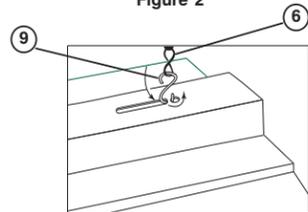

Figure 1
2. Installer deux crochets (non fournis) au plafond. Fixer le crochet en 'S' (9) à la chaîne (6). Glisser le crochet par l'ouverture sur le dessus du boîtier et serrer les deux extrémités du crochet. **-Voir la Fig.1. Avis:** La distance maximale à la prise électrique dépend de la longueur du cordon fourni.
3. Pour ouvrir la protection Wireguard (2): repérer et dévisser le faîteau de verrouillage (5) central et désengager le verrouillage (4). Désengager les deux verrouillages restants et laisser la protection pendre librement.
2. Install two hooks (not supplied) in ceiling. Attach "S" hooks (9) to chain (6). Slide hook through opening on top of Housing (1) and crimp both ends of hook.-**See Fig.1** Note: Maximum distance to electrical outlet is determined by the length of the cord provided.
3. To open Wireguard (2) - locate and unscrew center latch finial (5) and disengage latch (4). Disengage remaining two latches (4) and allow guard to hang freely.
**2.** Instalar dos ganchos (no incluidos) en el techo. Anexar el gancho 'S' (9) a la cadena (6). Deslizar el gancho por la entrada en la parte superior del canal y cierre los dos extremos del gancho.-**Vea Fig.1.** Nota: La distancia máxima a una salida eléctrica es determinada por la longitud del cordón proporcionado.
**3.** Para abrir la rejilla de protección (2), localice y desatornille el remate del pestillo (4) central y luego retire el pestillo (4). Retire ambos pestillos restantes de modo tal que se libere la rejilla.